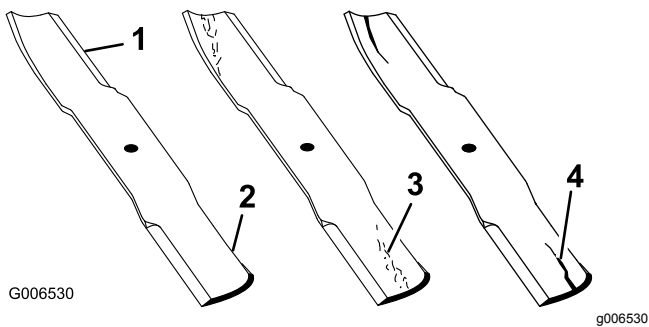

Figure 44
1. Examinez le tranchant des lames (Figure 44). Si les lames ne sont pas tranchantes ou présentent des indentations, déposez-les et aiguiser-les; voir Affûtage des lames (page 43).
2. Inspectez les lames, surtout la partie incurvée (Figure 44). Remplacez immédiatement toute lame endommagée, usée ou qui présente une entaille (repère 3 ou 4 de la Figure 44).